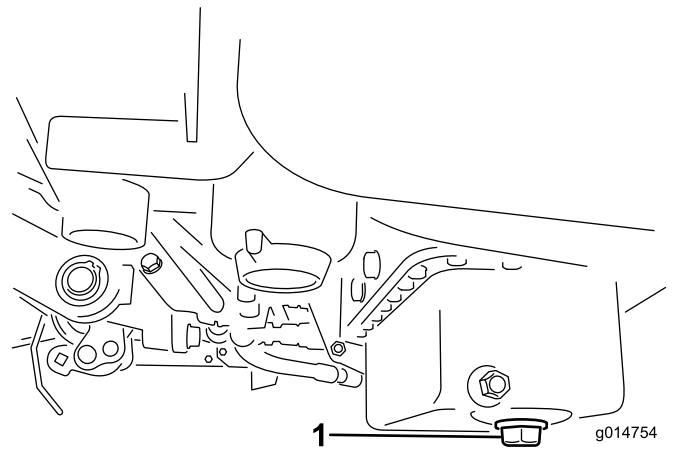

Figura 33
1. Retire el tapón de vaciado y deje fluir el aceite a un recipiente apropiado. Cuando el aceite deje de fluir, coloque el tapón de vaciado (Figura 33).